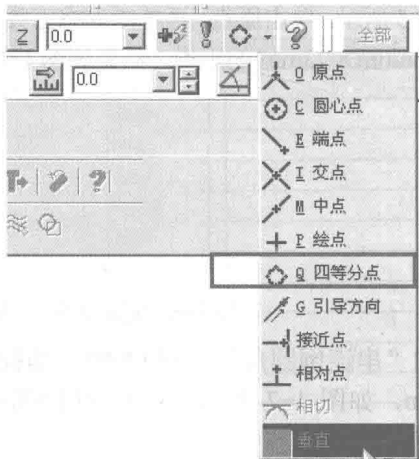

图 1-11 四等分点捕捉选项
5) 绘制4条相切直线。单击“草图”工具栏上的“绘制任意线”按钮，四条直线均经过圆的象限点，因此使用象限点捕捉的方式创建的水平和垂直线即为圆的相切线。单击动态工具条中的“四等分点”捕捉选项，如图 1-11 所示。靠近左边直径为 25mm 圆的 6 点